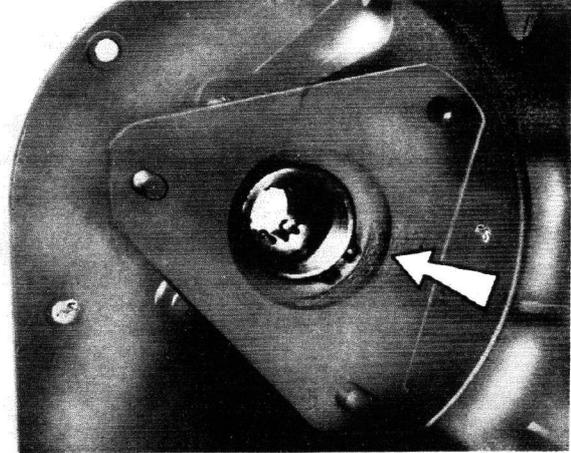

Fig. 10
- 3° Extraire le circlip intérieur au bloc de fixation de pompe (fig. 10).